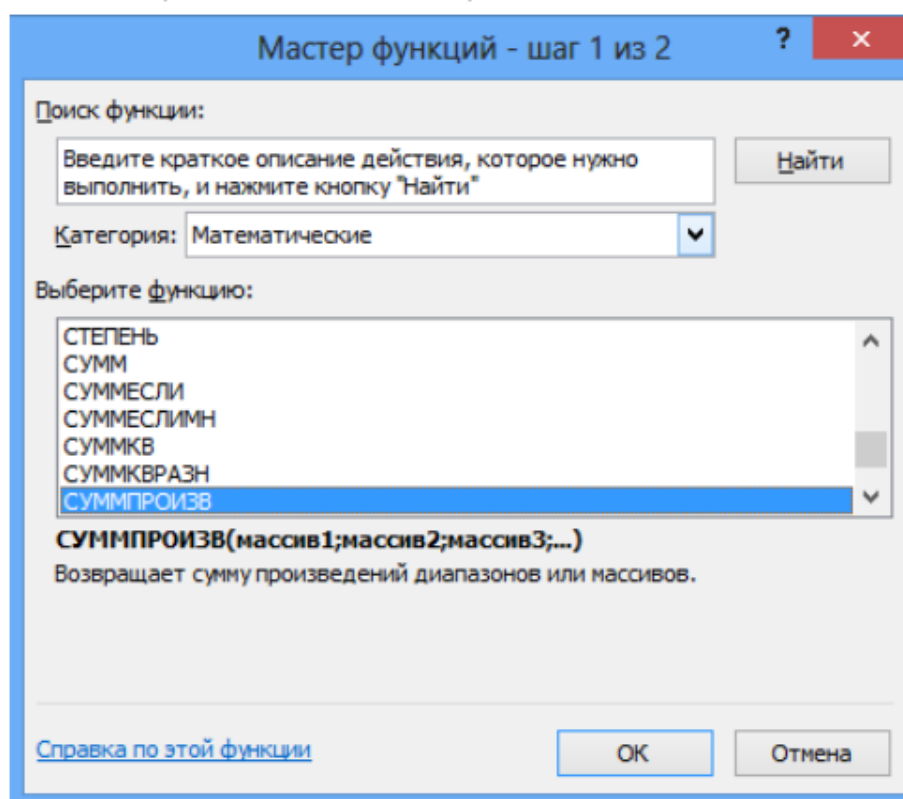

Рис. 1.2
– Нажмите кнопку «Вставить функцию» , в результате появится диалоговое окно «Мастер функций» (см. рис. 1.2). В нем установите категорию «Математические» и выберите функцию «СУММПРОИЗВ». Нажмите «ОК».